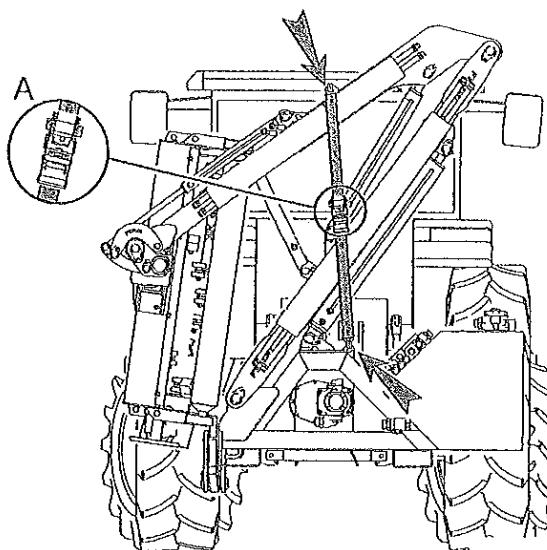

図14
- ・ ブームとカッターヘッドは、移動中に動かないようにチェーンなどでしっかりと固定してください。(図14)